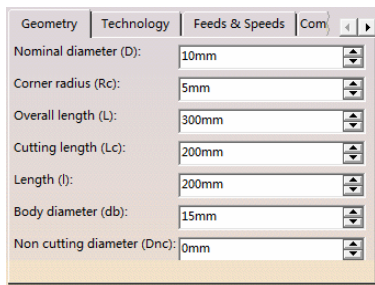

图 4-99 定义刀具参数（4）
- 单击“More”按钮，单击“Geometry”选项卡，定义刀具参数（4）如图 4-99 所示。